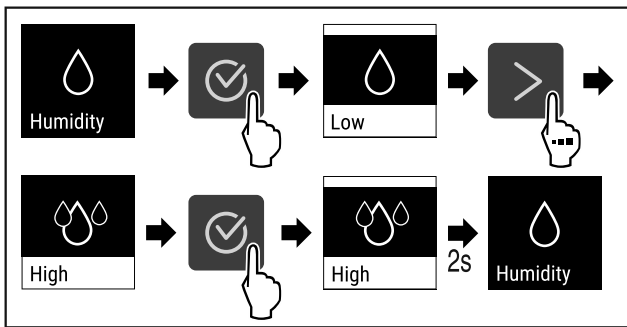

Fig. 74
- ▶ Εκτελέστε τα βήματα ενεργειών (βλέπε Fig. 74).